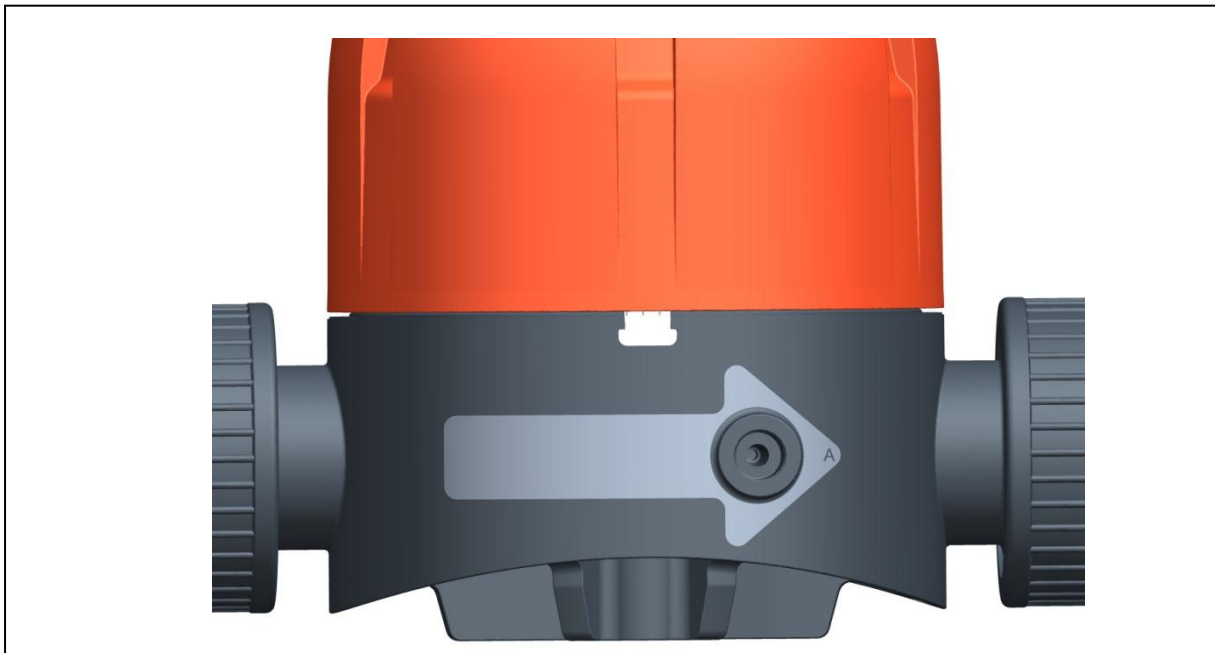

Fig. 1
- ▶ Respecter le sens d'écoulement, voir la flèche de direction sur la partie inférieure (Fig. 1)